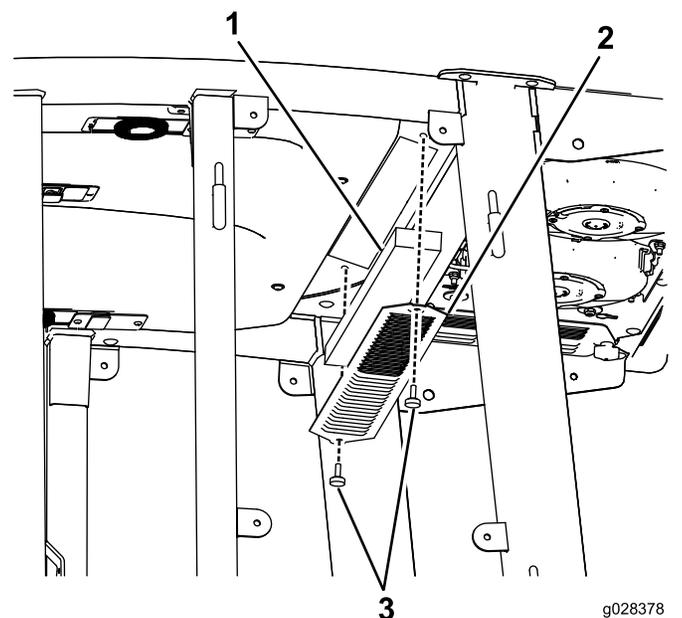

Figura 88
- 3. Rimuovete il tetto della cabina togliendo i 22 bulloni che lo fissano (Figura 88).
- 4. Togliete i filtri dell'aria (Figura 88).
- 5. Togliete e pulite le serpentine refrigeranti (Figura 88).